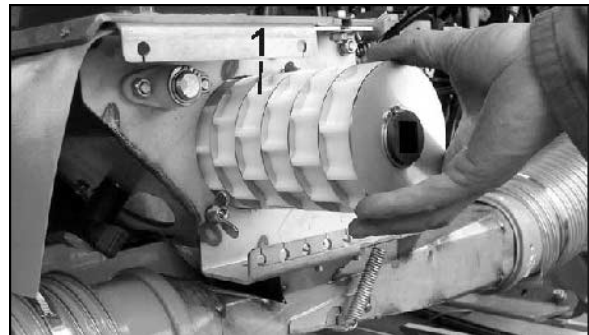

Рис. 20
- Средний дозирующий вал (опция, Рис. 20/1) для посевного материала средней величины со средней нормой высева